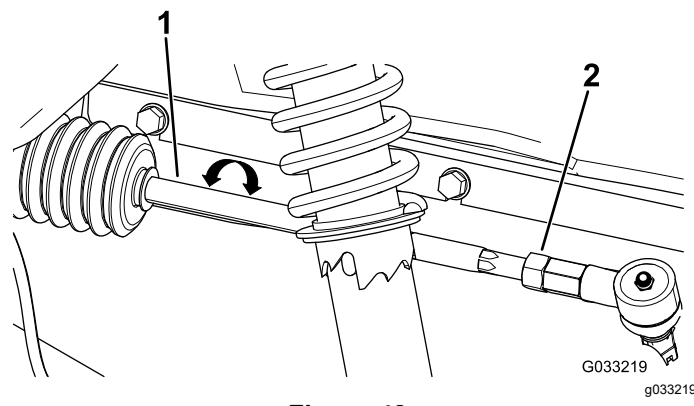

Figura 48
4. Se a medição obtida se situar entre 0 e 6 mm, desaperte as porcas de retenção nas extremidades das barras (Figura 48).